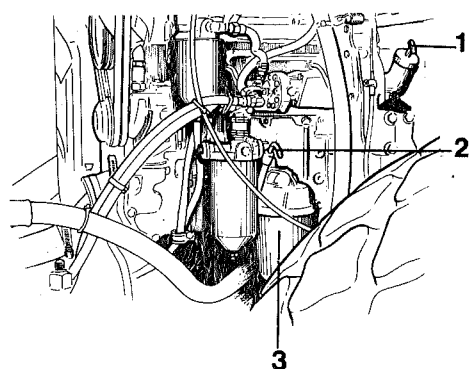

Fig 42 Dieselmotor
- 1 Torka rent kring avtappningspluggen (1) och ställ sedan ett kärl under pluggen. Kärlet bör rymma minst 12 liter (3.2 US gallon).
- 2 Torka rent kring påfyllningslocket (1), fig 42, och ta sedan bort locket.
- 2 Kontrollera smörjoljenivån med oljemätstickan (2), fig 42.
- 3 Sätt tillbaka påfyllningslocket (1), fig 42. Dra åt locket ordentligt så det sluter tätt.